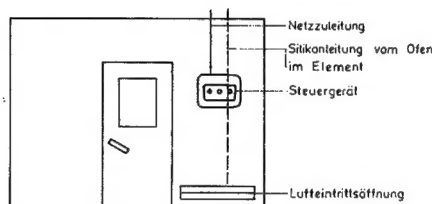

Abb. 5.2
2. Installationsmöglichkeit nach Abb. 5.2